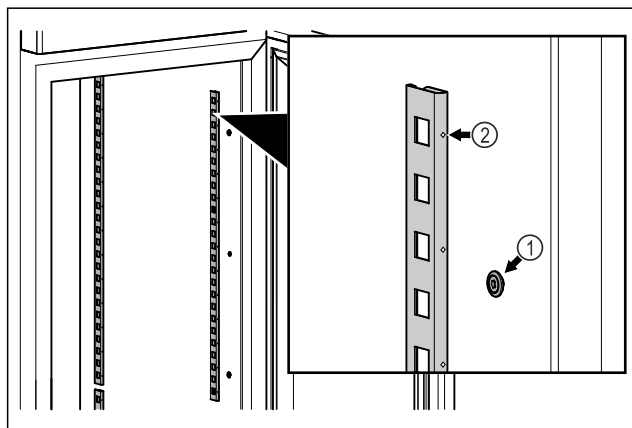

Fig. 48 Примерно изображение
- ▶ Закачете заключващите ленти в окачването Fig. 48 (1). Маркировката Fig. 48 (2) трябва да сочи напред.